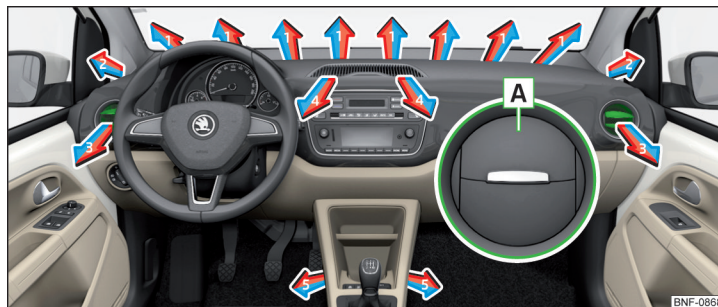

Рис. 89 Дефлектори
За допомогою дефлекторів **3** » Рис. 89 можна змінювати напрямок повітряного потоку. Крім того, кожен дефлектор можна окремо відкривати та закривати.
- Для **відкриття** натисніть на зовнішній край пластинки у зоні **A** » Рис. 89.
Налаштування напрямку подачі повітря	Дефлектори » Рис. 89